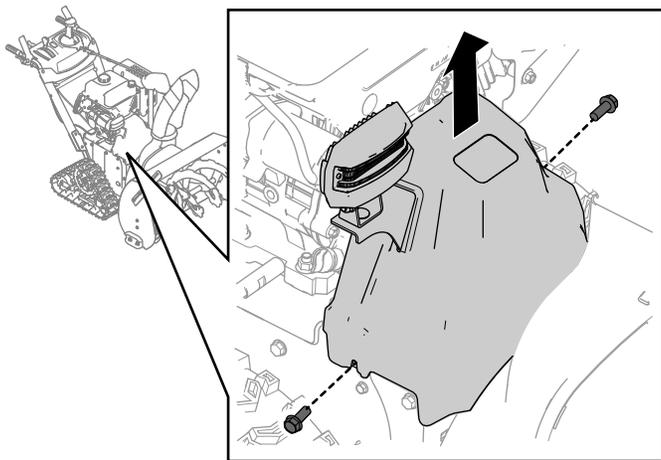

Figura 30
1. Rimuovete le 2 viti che fissano in posizione il copricinghia (Figura 30).
2. Rimuovete il copricinghia (Figura 30).